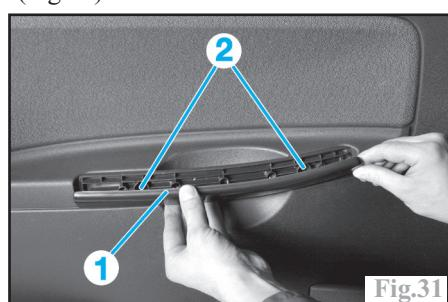

Fig.31
- l'enjoliveur de poignée de porte (1) (Fig.31).